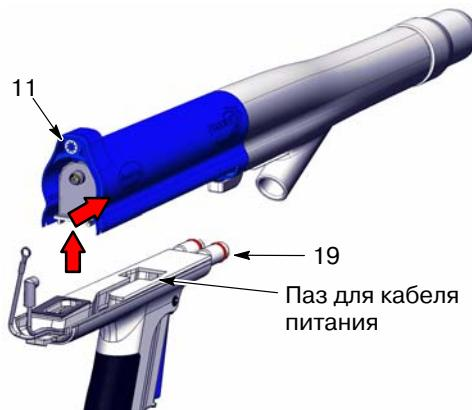

Рис. 19 Отсоединение корпуса распылителя от рукоятки
9. См. рис. 19. Приподняв заднюю часть корпуса распылителя (11), отсоединить его от рукоятки, а затем, сдвинув вперед, снять корпус с рукоятки (19).